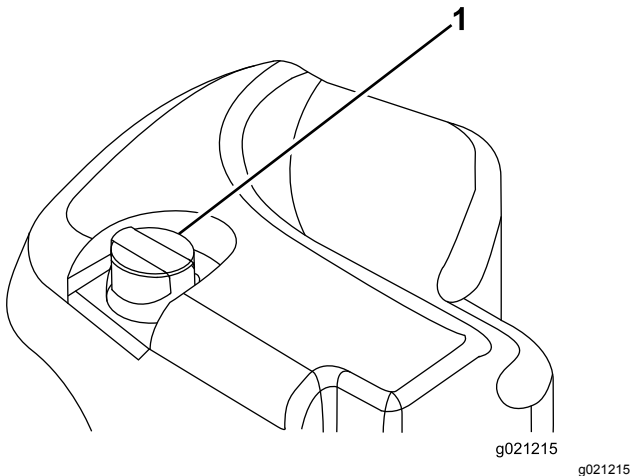

Figura 29
2. Limpie la zona alrededor del cuello de llenado y el tapón del depósito hidráulico (Figura 29). Retire el tapón del cuello de llenado.